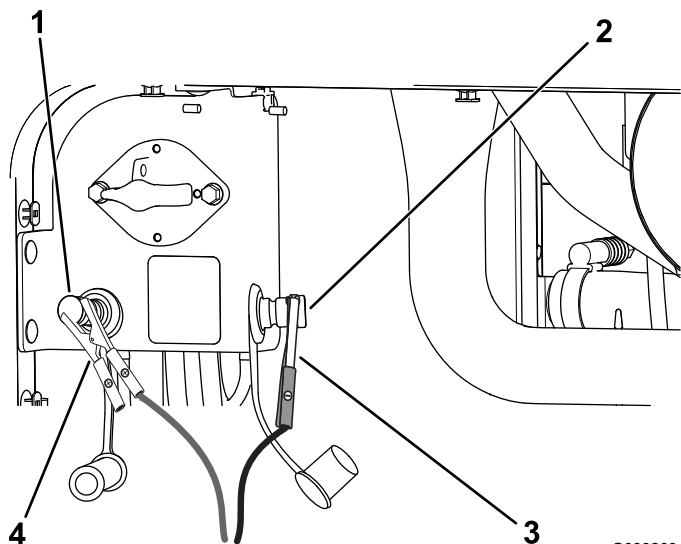

Figura 99
4. Ligue o cabo de arranque positivo (+) ao polo de arranque positivo (Figura 99).
5. Ligue o cabo de arranque negativo (-) ao polo de arranque negativo (Figura 99).
7. Quando o motor ligar, peça à outra pessoa que desligue o cabo de arranque negativo (-) do polo de arranque negativo e depois desligue o cabo de arranque positivo (+) (Figura 99).